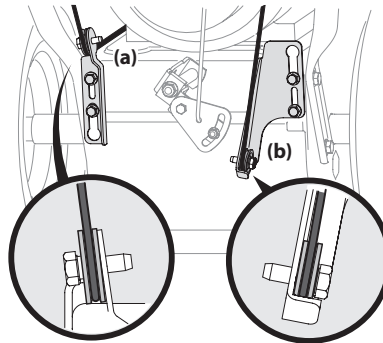

Figura 2-4
NOTA: En las unidades con Control de canal superior (con eje flexible), control de canal de cuatro direcciones y control eléctrico de canal, corte los precintos que sujetan el eje flexible a la manija inferior y deje dicho eje a un costado. Quite las bandas elásticas que sujetan los cables a los tornillos de carro y corte el precinto que sujeta la varilla de cambios a la manija inferior. Consulte la Figura 2-4 para ayudar a identificar su unidad.
3. Coloque la palanca de cambios en la posición de avance (F) 6 o en la velocidad más rápida hacia adelante (si viene equipada).
4. Observe la parte posterior inferior de la unidad para corroborar que los cables (si se incluyeran) de la barrena (a) y de la transmisión (b) estén alineados y apoyados correctamente en las guías de rodillos. Consulte la Figura 2-4.